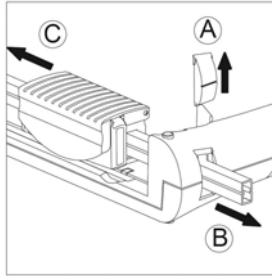

Fig. 8
- 1 Retirez le cache de la plaque de base (Fig. 8, A).
- 2 Retirez le rail de guidage de la plaque de base (Fig. 8, B).
- 3 Remplacez l'ancienne tête de coupe par la nouvelle (Fig. 8, C).